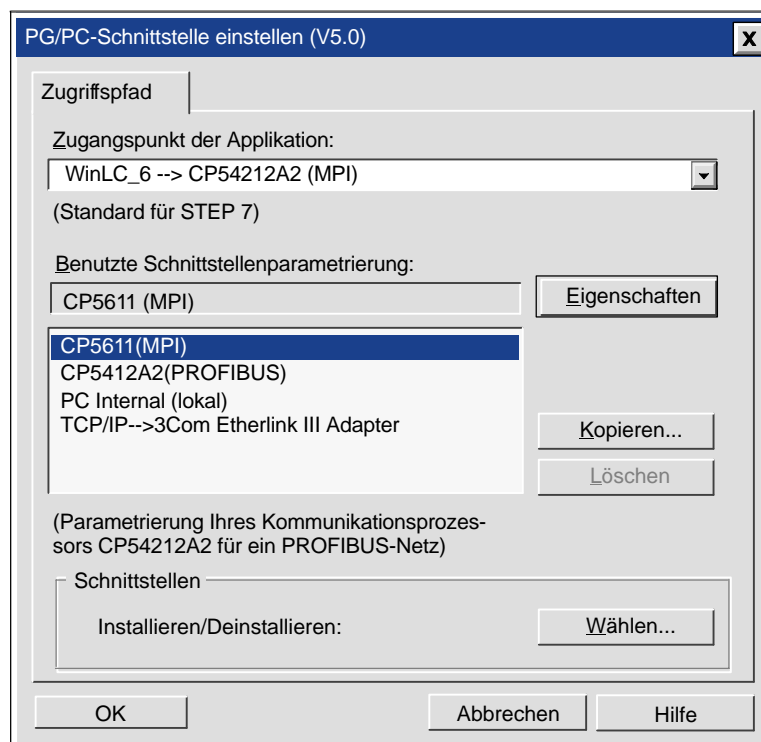

Bild 3-4 Einstellen der PG/PC-Schnittstelle für die CP-Karte
3. Wählen Sie die Schnittstellenparametrierung, die Ihrem Pfad für die Kommunikation im Netz entspricht (siehe Bild 3-4). Beispiel: